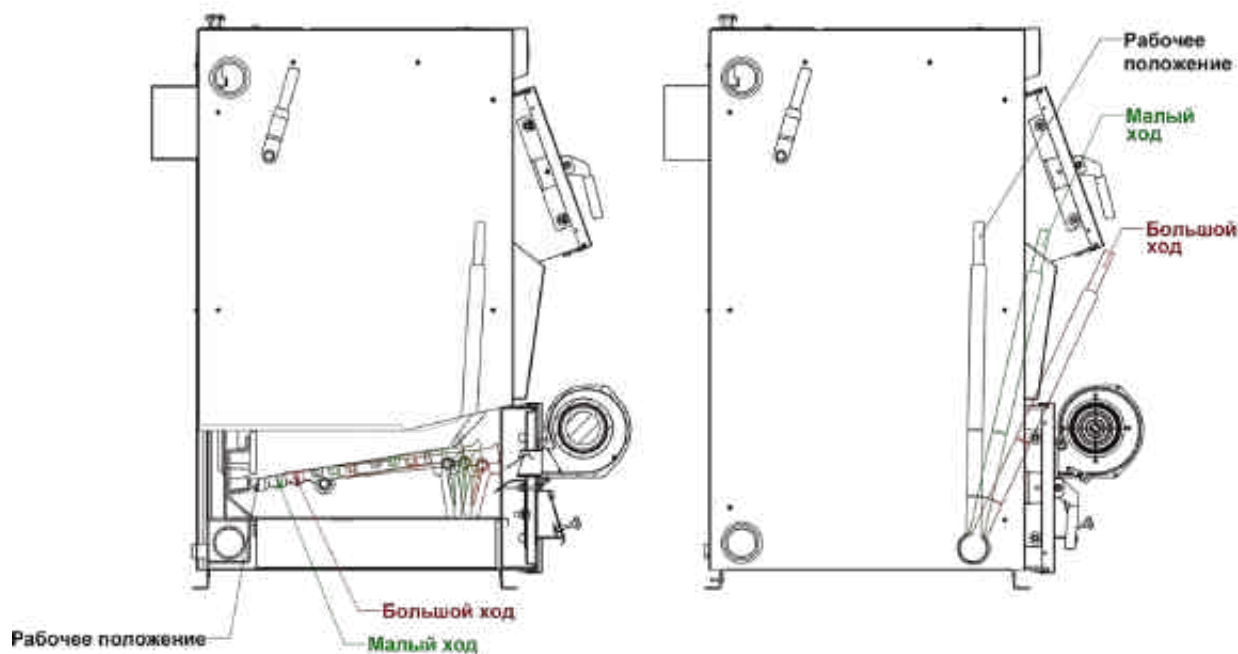

Рис. 13 Механизм привода колосников
При дозагрузке топлива необходимо удалить шлак и золу с колосников, а также разрыхлить спекшееся топливо путем большого (два щелчка вперед-два назад) либо малого хода (один щелчок вперед-один назад) механизма привода (рис.13).
4. Полностью открыть загрузочную дверцу и открыть загрузочный лоток (рис.2 поз.8). Разрыхлить угли механизмом привода колосников (шуровочным механизмом) (рис.13), сбросить шлак (очистить колосники) в зольный ящик, затем очистить зольный ящик и заполнить загрузочную камеру новой порцией топлива (рис.12).
6. Установить рычаг механизма привода колосников (шуровочного механизма) в рабочее положение (рис.13).